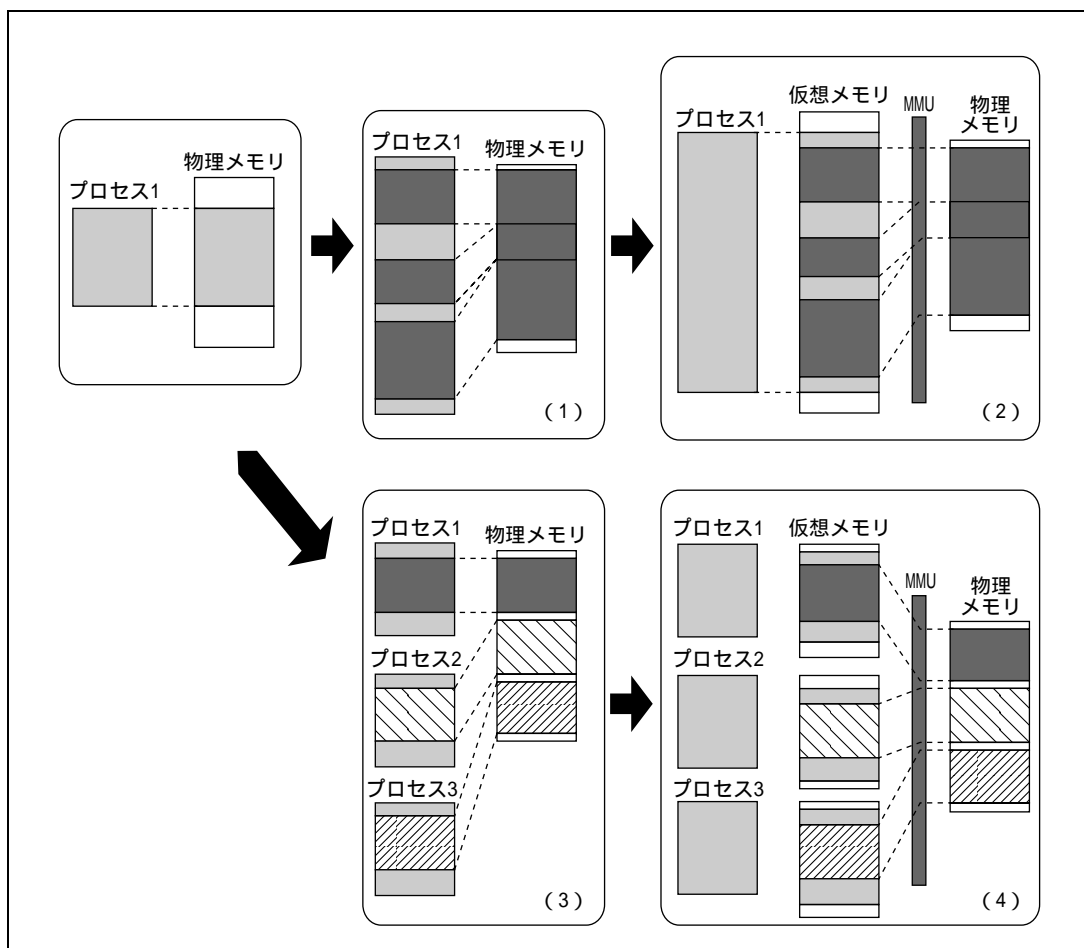

図 3.1 MMU の役割
MMU とは物理メモリを有効に利用するために考え出された機能です。図 3.1 に示すように、プロセスのサイズが物理メモリより少ない場合、プロセスの全てを物理メモリへマッピングすることが可能です。しかしプロセスのサイズが増大し、物理メモリに収まらない場合、プロセスを分割して実行に必要な部分を随時物理メモリへマッピングする必要性が生じます (1)。この物理メモリへのマッピングをプロセス自身が考えながら実行している、プロセスにかかる負担が増大します。この負担を軽減するために物理メモリへのマッピングを一括して行おうとして生まれた考え方が仮想記憶方式です (2)。仮想記憶方式では物理メモリに比べて十分に大きな仮想メモリを用意します。プロセスはこの仮想メモリにマッピングされます。このためプロセスは仮想メモリ上での動作だけを考えていれば良くなります。仮想メモリから物理メモリへのマッピングには、MMU が用いられます。MMU は通常 OS が管理しており、プロセスが必要とする仮想メモリを円滑に物理メモリへマッピングできるように物理メモリの入れ換えを行います。物理メモリの入れ換えは 2 次記憶などとの間で行われます。